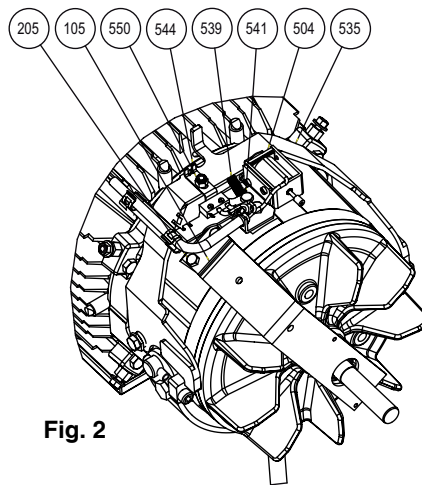

Fig. 2
Quitar los 2 tornillos **ref. 538** con los dos casquillos excéntricos **ref. 537** desmontar el soporte **ref. 535** (Fig. 2 y 3).
#### 4.2 - Soporte de dientes (Fig. 2 y 3)